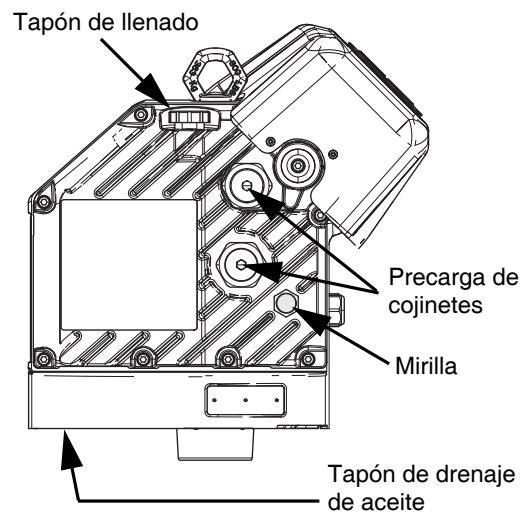

FIG. 14: Mirilla y tapón de llenado de aceite
3. Retire el tapón de drenaje de aceite. Consulte la FIG. 14 para ver la ubicación del tapón de drenaje. Deje que se drene todo el aceite del motor.
Consulte la FIG. 14 a continuación. Compruebe regularmente el nivel de aceite en la mirilla de cristal. El nivel de aceite debe estar cerca de la mitad de la mirilla cuando el motor no esté funcionando. Si hay poco aceite, abra el tapón de llenado y vierta aceite sintético para engranajes EP sin silicona ISO 220, n.º pieza Graco 16W645.